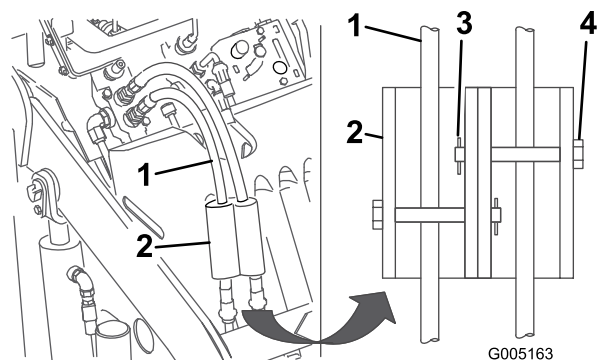

Figura 17
7. Instale los bloqueos de cilindro sobre las mangueras hidráulicas y fíjelos con los pasadores y chavetas (Figura 17).